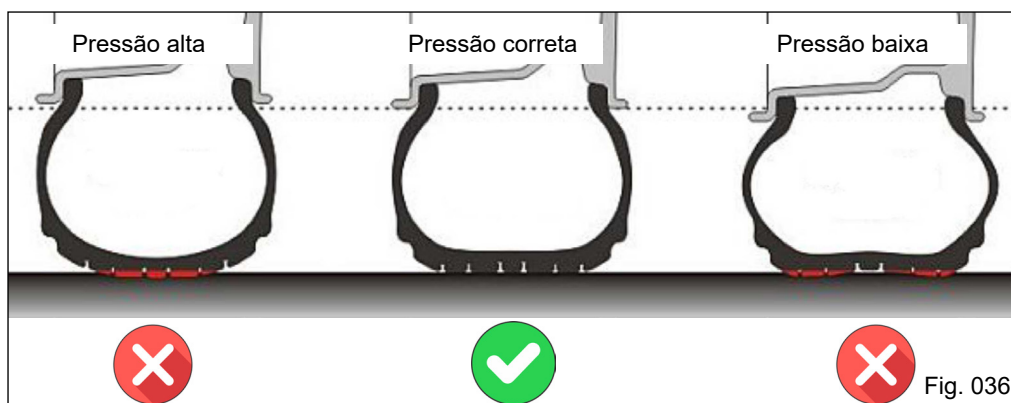

Fig. 036
A pressão correta dos pneus das rodas é fundamental para um plantio preciso. Pressões inadequadas (baixas ou elevadas) provocam desgaste prematuro dos pneus e afetam diretamente na distribuição de adubo e/ou sementes. Verifique se os pneus estão calibrados conforme a pressão recomendada (Fig. 036).
- Pressão alta pode provocar estouros e compactação excessiva do solo, comprometendo a precisão na distribuição de sementes (Fig. 036).